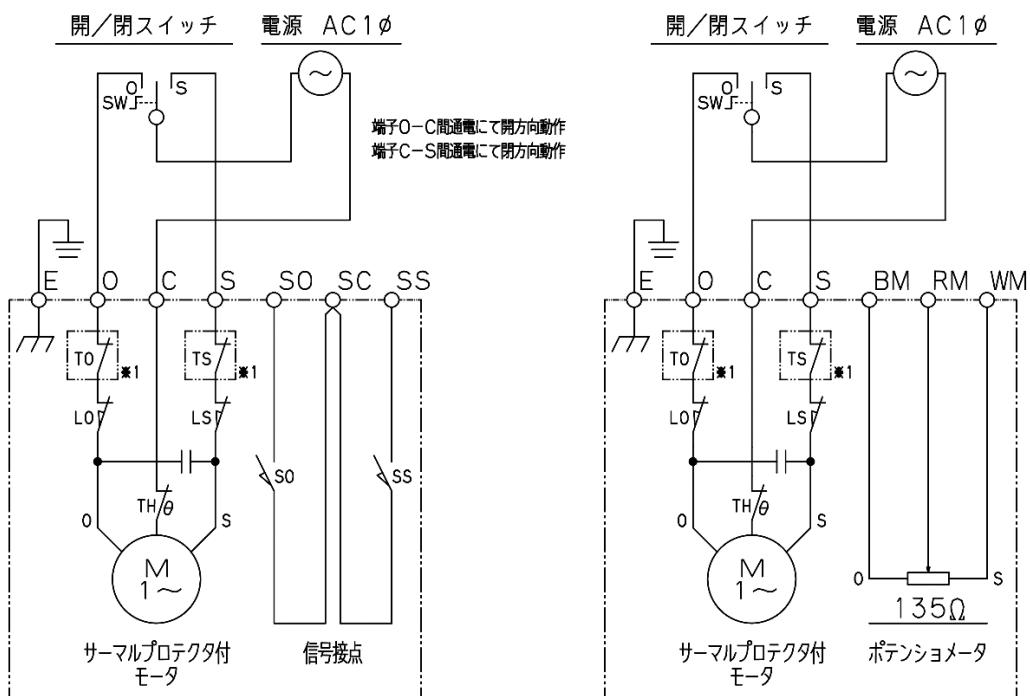

図 6. B 形標準内部接続図 及び C 形標準内部接続図
- (1) 端子箱カバーもしくは端子箱無しの場合はスイッチカバーを取り外します。端子箱カバーとスイッチカバーの接合面にはパッキンやOリングが入っていますので、紛失したり傷を付けないように注意してください。
- (2) ケーブルをケーブルグランドに通しケーブル先端に圧着端子を取付けます。圧着端子のかしめは適正工具で確実に行ってください。
- (3) 図6に示す標準接続図を示します。制御動作CEやCX、その他特殊仕様の場合、本図通りでは無いことがありますので、接続図や仕様書で確認してください。
- (4) 端子台への接続は、プラスドライバーの2番を使用し確実に行ってください。
- (5) 配線終了後、パッキンやOリングの挿み込みに注意して端子箱カバーもしくはスイッチカバーを取付けてください。